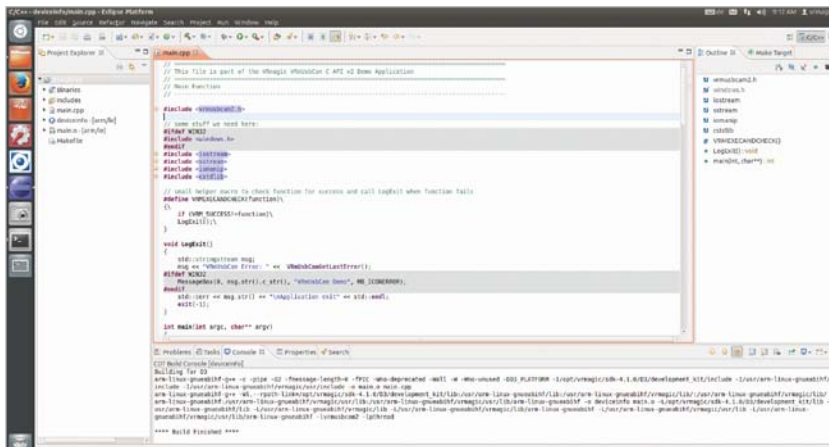

図22: EclipseのC/C++ビュー
- ▶ **The output of GCC**の出力はEclipseウィンドウの下部にある**Console**タブに表示されます(→76ページの図22)。